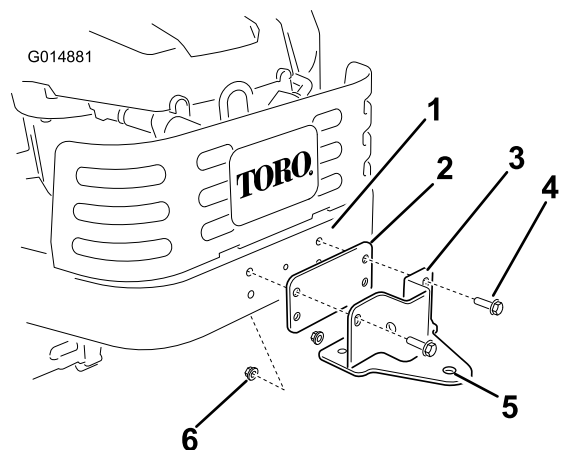

Figura 11
1. Tra le parti sciolte, individuate la piastra distanziatrice e la staffa di supporto del telaio del sistema di raccolta. Montate la piastra e la staffa sul telaio della macchina come illustrato nella Figura 11. Assicurate la piastra e la staffa al telaio mediante due bulloni (5/16 x 1 poll.) e due dadi di bloccaggio (5/16 pollice).